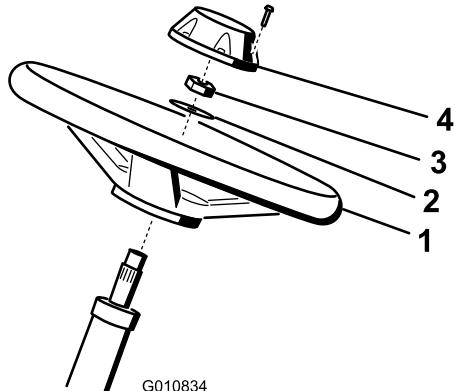

图5
- 将方向盘滑入转向轴（图5）。
- 将垫圈滑入转向轴（图5）。
- 使用锁紧螺母将方向盘固定到转向轴上，旋紧至 $27\sim35\text{Nm}$ （图5）。
- 将中心盖安装到方向盘上，并用螺丝固定（图5）。